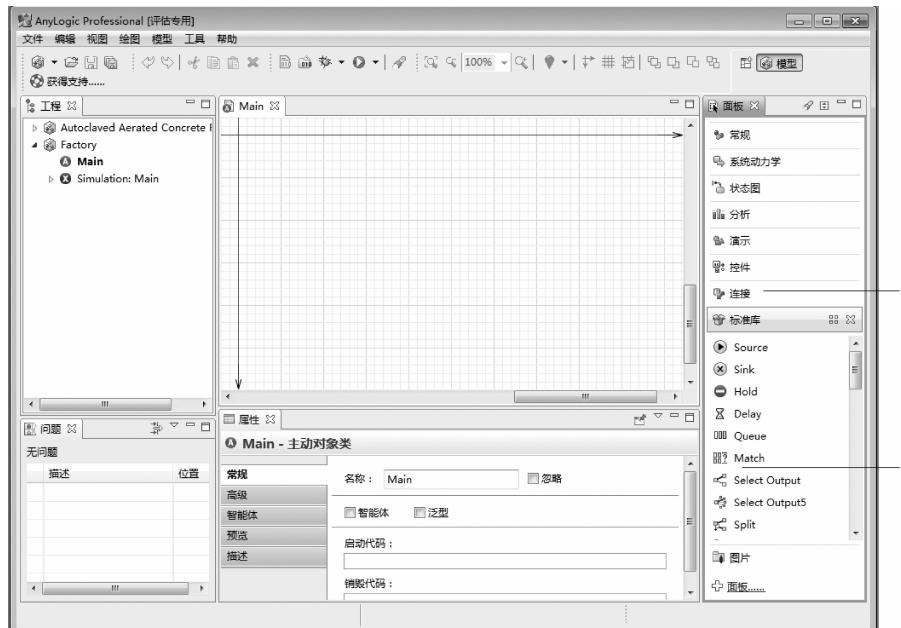

图 3-5 AnyLogic 标准库面板
(6) 在面板视图中,点击打开标准库面板。即可将各个库对象添加到 Main 活动对象类的可视化图纸中,如图 3-5 所示。